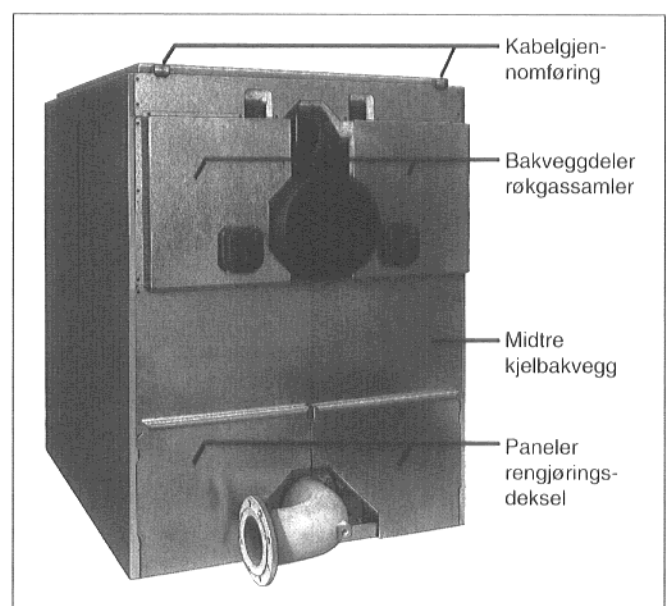

Fig. 46
- Den todelte bakveggen til røkgassamleren settes slik på at utskjæringene sitter over rengjøringsdekslene til røkgassamleren (fig. 46).
- Bakveggen til røkgassamleren skrues på med metallskruer oppe på øvre kjelbakvegg og på siden på sideveggene (fig. 46).
- Midtre kjelbakvegg skyves med lasken under bakveggen til røkgassamleren og skrues på sideveggene med metallskruer (fig. 46).
- Panelene til rengjøringsdekslene henges inn nede bak med hakene i slissene til sideveggene (fig. 46).
- Kabelgjennomføringen av kunststoff skrues på traversen oppe bak (fig. 46).